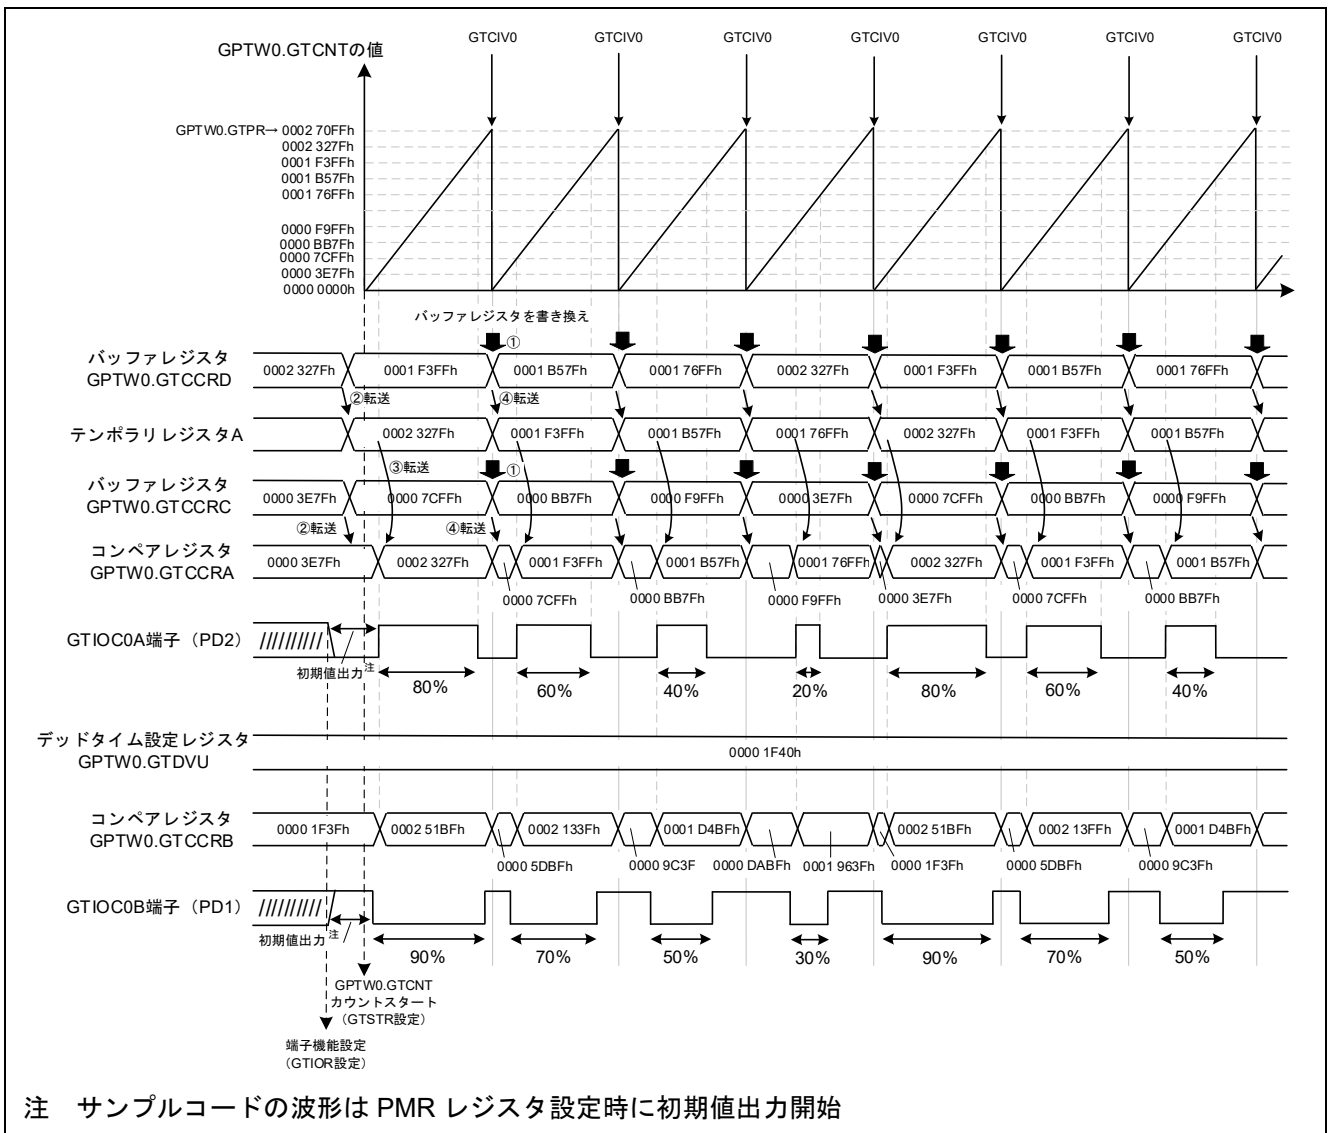

図 4-16 サンプルコードの動作
- デューティの変更タイミングの詳細は図 4-16 を参照
本サンプルコードの動作を図 4-16 に示します。周期ごとにデューティの設定を変更するため、GTCNT カウンタのオーバーフロー割り込み (GTCIV0) でバッファレジスタ GTCCRC、GTCCRD の値を書き換えています (図 4-16 ①)。
本サンプルコードでは、スマート・コンフィグレータを使用し生成したコードのバッファレジスタ初期値はコンペアレジスタと同じ値が設定されます。そのため、カウント開始前にユーザ初期化関数 R\_Config\_GPT0\_Create\_UserInit にてバッファレジスタ値を設定しています。設定したレジスタ値は、強制バッファ転送により、バッファレジスタ GTCCRD からテンポラリレジスタ A へ転送、およびバッファレジスタ GTCCRC からコンペアレジスタ GTCCRA へ転送されます (図 4-16 ②)。
1. GTCCRA のコンペアマッチ発生時にテンポラリレジスタ A からコンペアレジスタ GTCCRA に転送されます (図 4-16 ③)。
2. GTCNT カウンタのオーバーフロー発生時に、バッファレジスタ GTCCRD からテンポラリレジスタ A へ転送、およびバッファレジスタ GTCCRC からコンペアレジスタ GTCCRA へ転送されます (図 4-16 ④)。